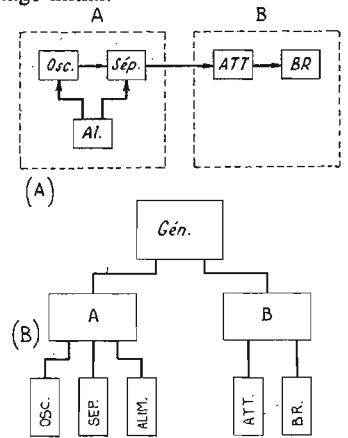

Fig. 5
sieurs parties est celui d'un générateur basse fréquence dont le diagramme fonctionnel est donné par la figure 5 (A).